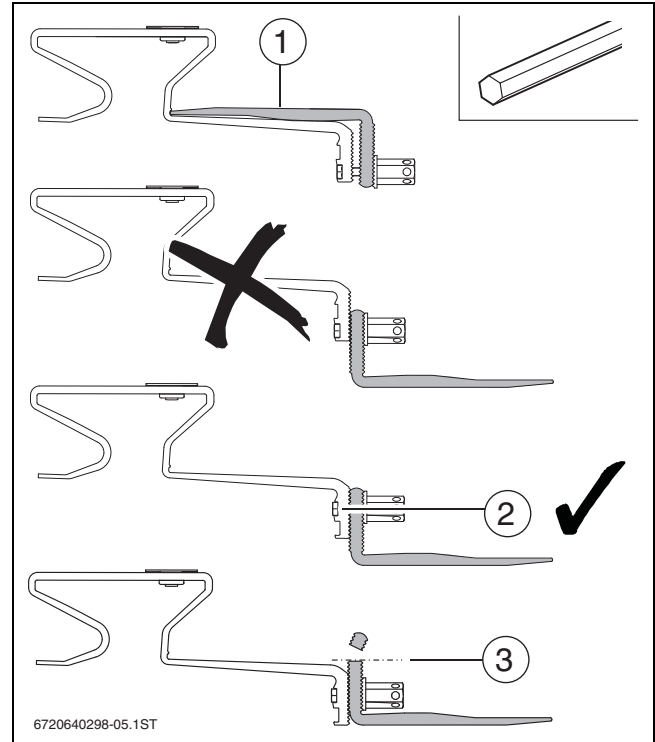

Bild 21 Sparrenanker vorbereiten
- ▶ Dachhaken-Unterteil in das obere Loch des Dachhakens umstecken. Mutter noch nicht festdrehen (→ Bild 21).